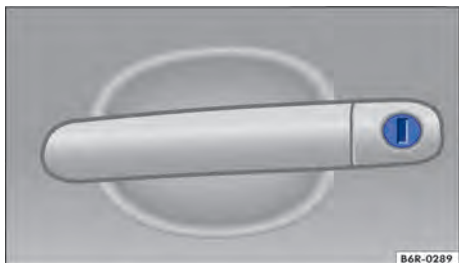

Fig. 127 Maçaneta da porta do condutor com cilindro da fechadura.
- Introduzir a haste da chave no cilindro da fechadura e destravar ou travar o veículo → Fig. 127.